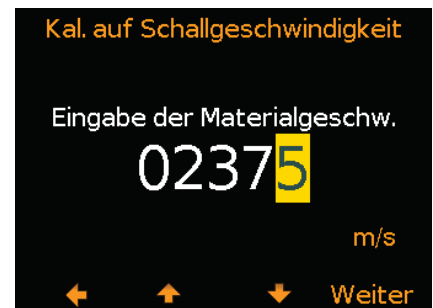

Bild 16
- 2 Geben Sie die bekannte Schallgeschwindigkeit mithilfe der Softtasten $\uparrow\downarrow$ ein, um 0 bis 9 zu wählen, und gehen Sie dann mithilfe der Softtaste \rightarrow zur nächsten Ziffer weiter. Drücken Sie dann 'Weiter', um den eingegebenen Wert zu verwenden (Bild 16).